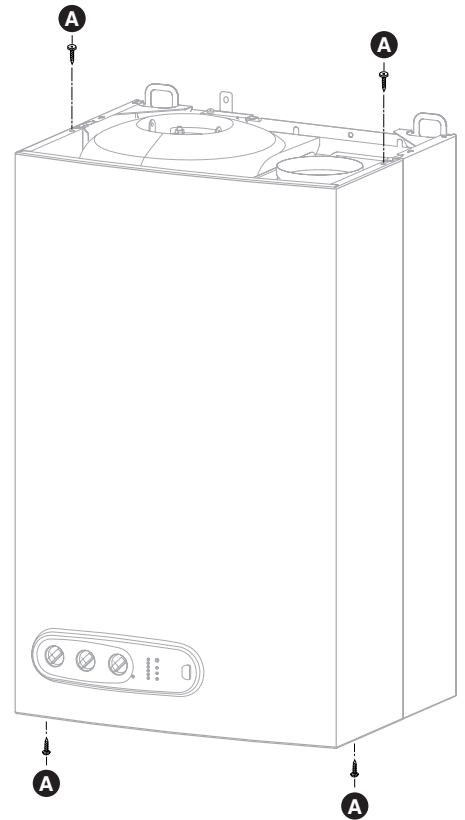

Fig. 9
- dévisser les 4 vis **A** de fixation de l'habillage (fig. 9)
- visser les 4 vis de fixation **A** de la façade (fig. 9)